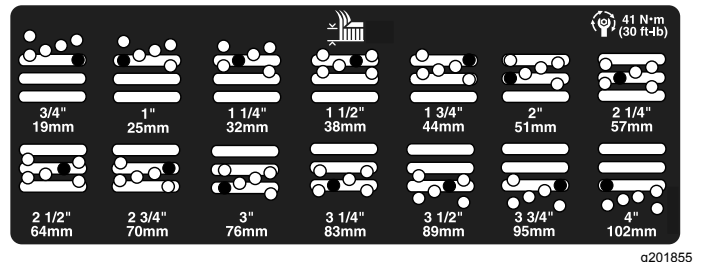

Figura 25
5. Mueva la cámara a la altura deseada e instale el espaciador en el taladro y la ranura de altura de corte deseados (Figura 25)